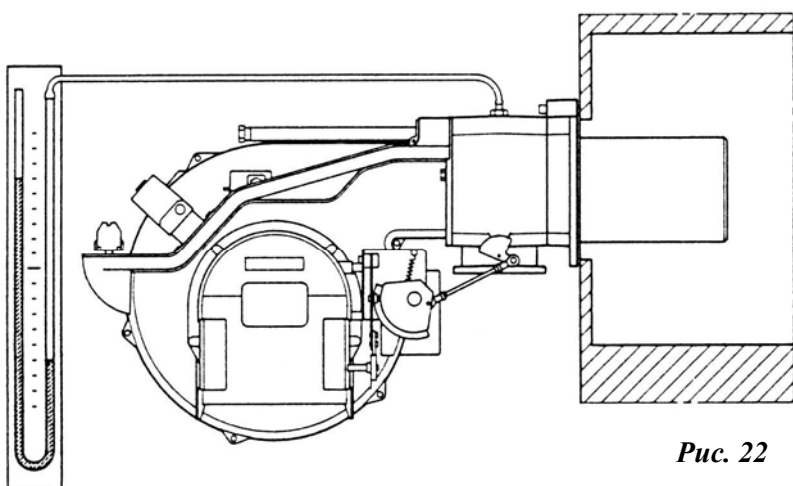

Рис. 22
- Присоедините U-образный манометр (рис. 22) к штуцеру давления на втулке. С помощью этого манометра можно приблизительно определить мощность горелки на 2-й ступени по таблицам 3–5 на стр. 8.
Если повторный пуск также не удался, то вероятно, что газ не доходит до головки за интервал безопасности (3 секунды). В этом случае надо увеличить давление газа при розжиге. Появление газа в головке горелки можно контролировать по U-образному манометру (рис. 22).
Приблизительно оценить расход газа можно по таблицам 3–5 на стр. 8; для этого достаточно измерить давление газа U-образным манометром (см. рис. 22) и далее действовать по инструкции на стр. 8.